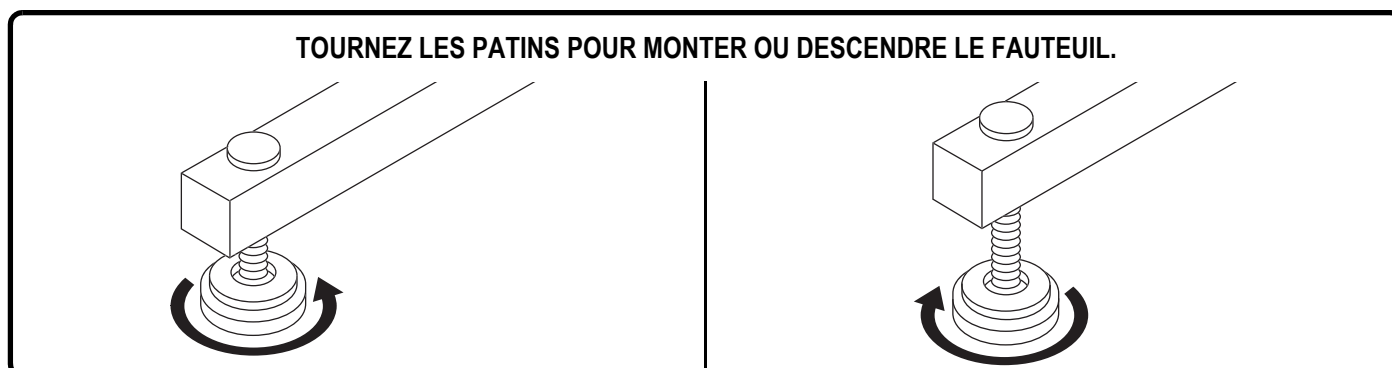

Figure 3.2 Patins niveleurs
**Patins niveleurs:** Tournez manuellement pour niveler vers le haut ou vers le bas afin de stabiliser le fauteuil avant usage (Fig. 3.2).
2. Réglez les patins niveleurs pour stabiliser le fauteuil releveur (**Fig. 3.2**).